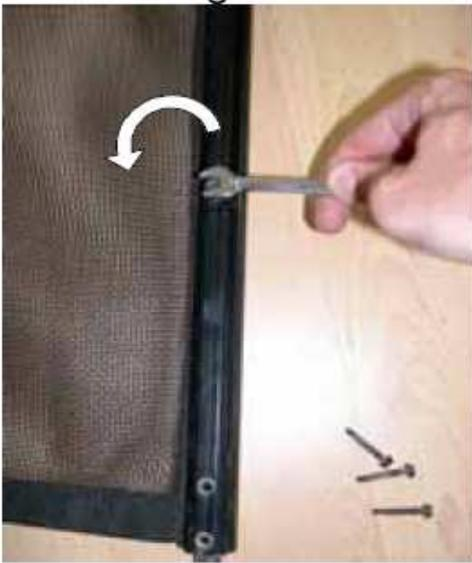

Figure 11. Dévisser les 10 vis de la réglette de fixation afin de libérer le filet
1. Dévisser les 10 vis de la réglette de fixation du filet à l'aide de la clé adaptée et retirer la réglette de fixation afin de libérer le filet (Figure 11).